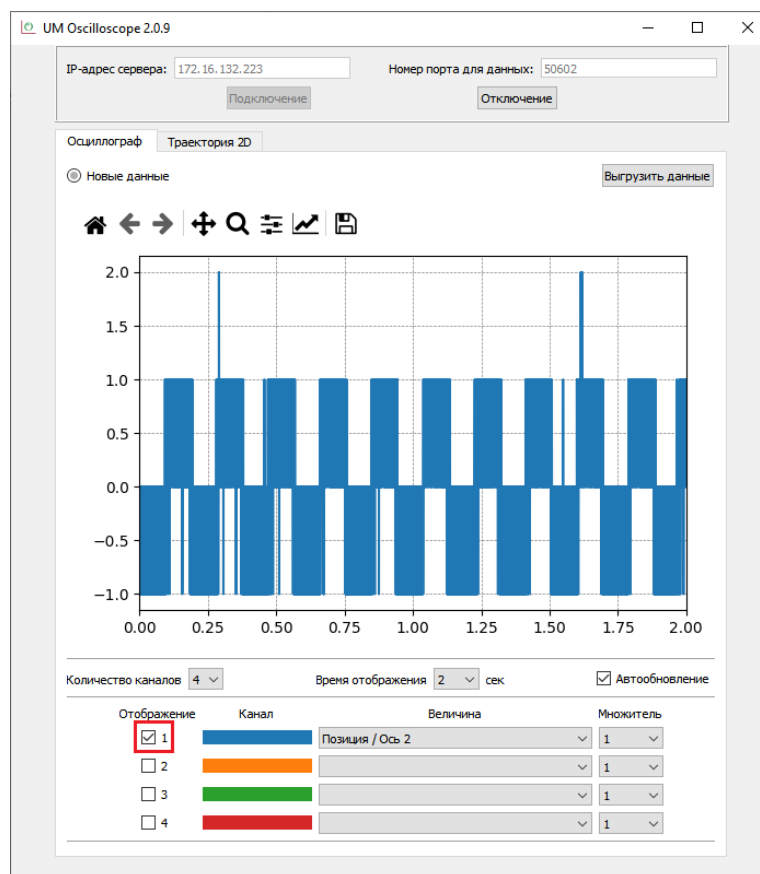

Рисунок 4.5. Параметры каналов отображения данных
- «Отображение». Установка галочки включает отображение соответствующего канала на графиках (рис. 4.5). Снятие галочки отображение отключает.
- «Канал» — указывает цвет линии, которая соответствует данному каналу (рис. 4.5).